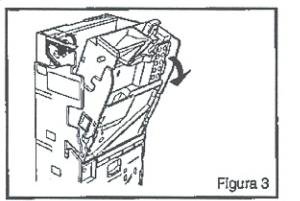

Figura 3
2. Quite el discriminador, avance arriba el picaporte del discriminador, e incline el discriminador hacia adelante (Sírvase ver la Figura 3).